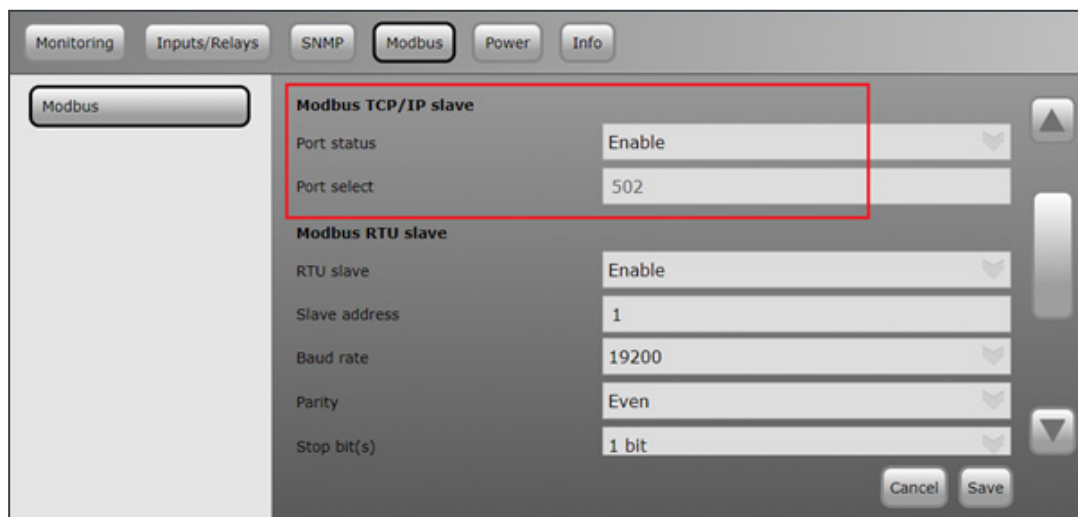

Abbildung 4: Modbus-Einstellungen in T2S ETH
4. Überprüfen Sie, ob die **Modbus-TCP**-Parameter mit der **T2S-ETH** im Abschnitt Modbus übereinstimmen. (Abb. 4)